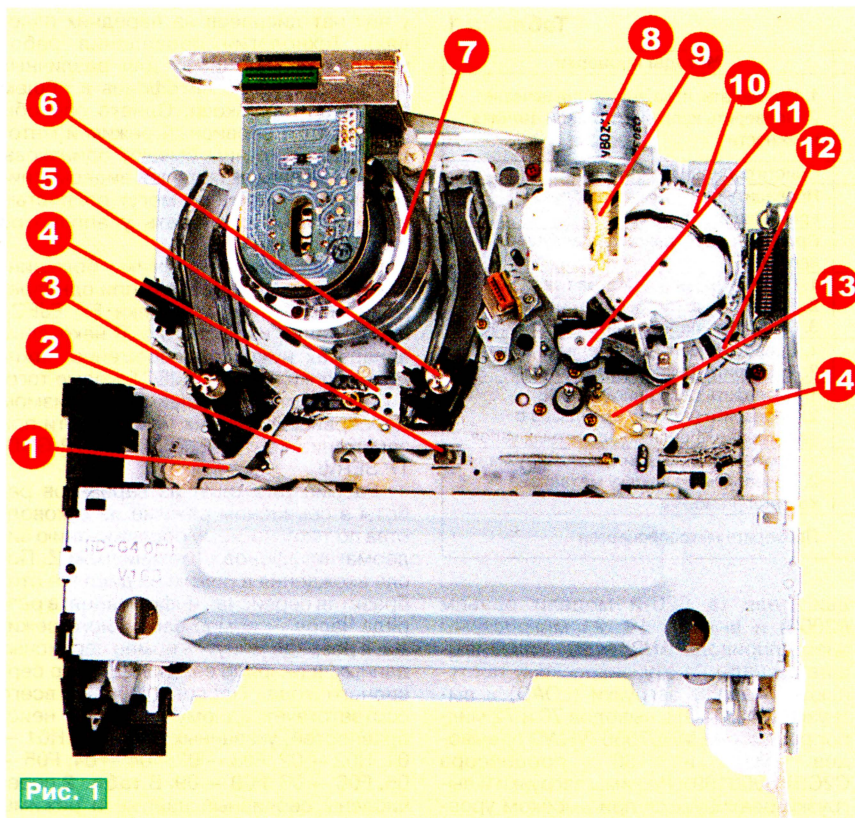

Рис. 1
**Коды H02, F05.** Расправка ленты, т. е. подматывание ее в кассету, происходит при выключении видеомagnetофона кнопкой POWER. Причем в процессе расправки направляющие стойки проходят половину пути до исходного положения (оно показано на рис. 1), а затем возвращаются в положение расправки (при этом лента охватывает БВГ), после чего аппарат переходит в дежурный режим. При реализации режима EJECT процесс расправки доводится до конца (направляющие стойки занимают положение, как на рис. 1), а затем следует выброс кассеты.